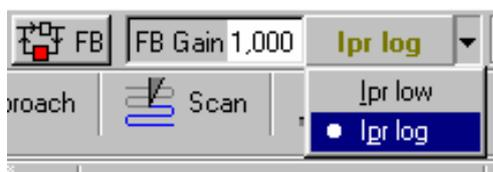

Рис. 10-9
2. Измените входной сигнал обратной связи (Рис. 10-9).